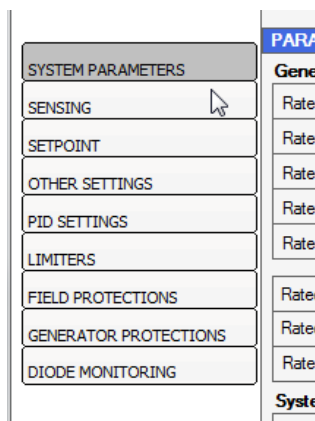

Fig. 5.5.a
- Seleccionar el grupo de parámetros deseado (véase la Fig. 5.5.a).
- Hacer clic en el campo que se desea modificar e introducir el dato deseado. Repetir la operación para cada parámetro que se desea configurar (véase la Fig. 5.5.b).
- Una vez configurados todos los parámetros del grupo seleccionado, hacer clic en el botón *Aplicar Página Actual*, ubicado bajo el área de configuración (véase Fig. 5.5.c).